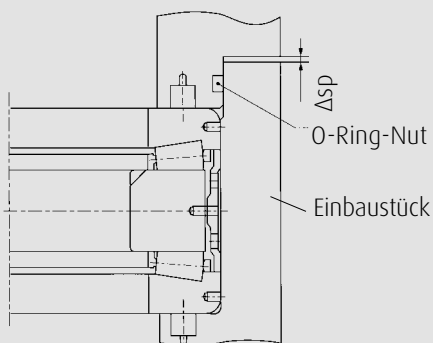

Abb. 3.44 Zusammenbau ohne Vorspannfedern
11. Nach der Montage prüfen, daß $CL1 + CL2 = 0,5 \text{ mm}$ (Abb. 3.44).